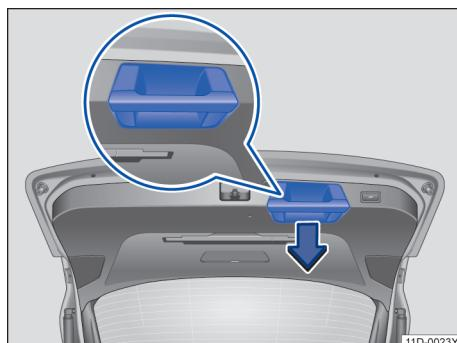

图 50 关闭行李厢盖的手柄
- 抓住内饰板上的把手快速用力向下拉行李厢盖，使其卡止在锁中→图 50，→⚠。